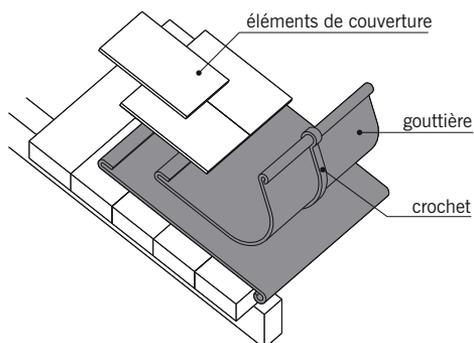

fig. 7.57
- La **gouttière havraise** ne diffère de la précédente que par son profil arrondi (fig.7.57).